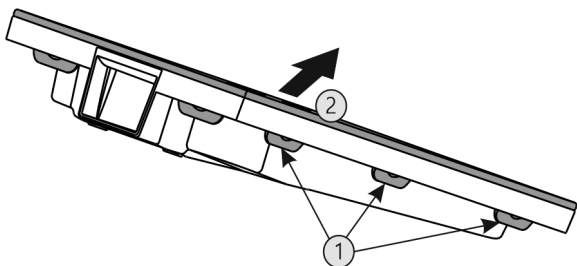

Fig. 49
- ▶ Appuyer sur toutes languettes Fig. 49 (1) l'une après l'autre et enlever le couvercle Fig. 49 (2).